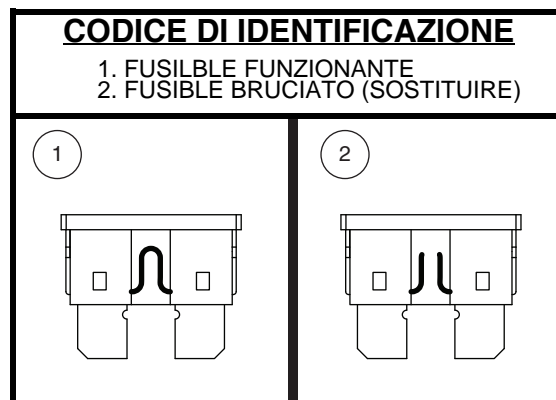

Figura 24. Sostituzione del fusibile
2. Esaminare il fusibile per accertarsi che sia bruciato. **Vedere figura 24.**